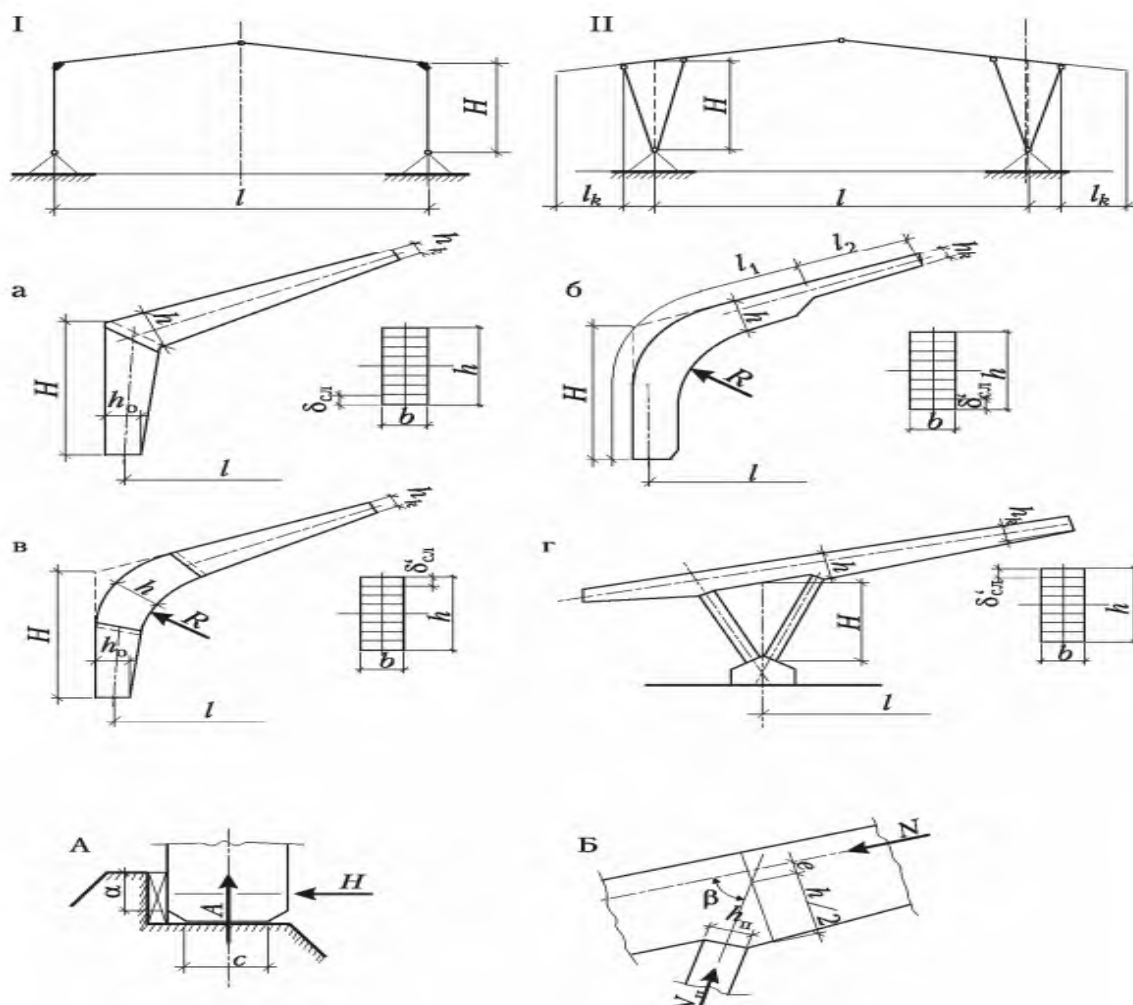

Рисунок 5 – Статические схемы, конструкции и узлы рам
6. При расчёте на устойчивость плоской формы деформирования рам рис. 5, а расчётную длину ригеля и стойки следует принимать равной длинам их внешних подкреплённых кромок, если угол между осями стойки и ригеля
7. В рамах рис. 5, а нормальные напряжения следует проверять в сечениях, нормальных к оси ригеля или стойки, у вершины внутреннего угла и в сечении
8. В рамах рис. 5, в нормальные напряжения следует проверять в криволинейной вставке (в сечении с M_{\max}) и в сечениях